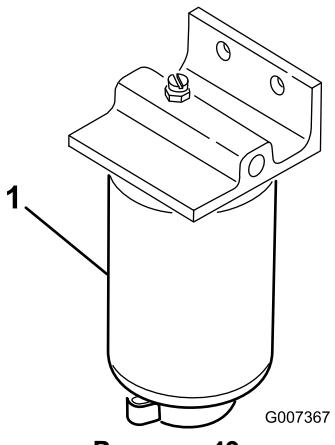

Рисунок 49
1. Подставьте под топливный фильтр чистую емкость (Рисунок 49).
- Очистите область крепления стакана фильтра (Рисунок 49).